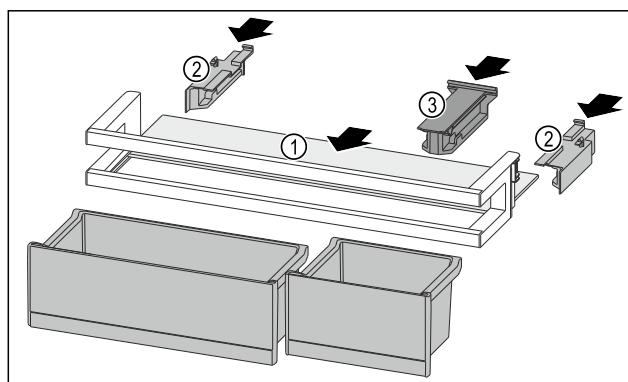

Fig. 122
- ▶ Zasuňte odkladaciu plochu Fig. 122 (1) do bočných vybraní.
- ▶ Vložte bočnice Fig. 122 (2).
- ▶ Vložte prídružný diel Fig. 122 (3).